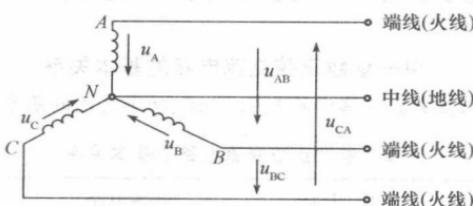

图 1-4 三相电源星形连接
(1) 星形连接的三相电源。如图 1-4 所示为三相电源的星形连接。这种供电方式, 称为三相四线制供电。